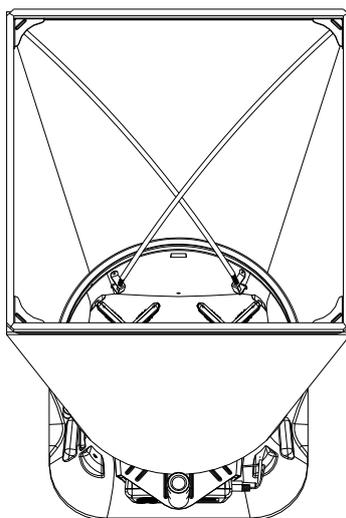

Abbildung 16: Anbringen der Stützstangen
In Abbildung 16 sind die wichtigsten Bestandteile der Messhaube dargestellt, welche in den Folgeabschnitten beschrieben werden. Bitte machen Sie sich vor Gebrauch der Haube mit diesen vertraut. Wichtige Informationen finden Sie auch in den Tabellen 1 bis 3.
3. Nehmen Sie die Stützstange und biegen Sie sie ein wenig, so dass Sie das obere Ende in den Ring auf der gegenüberliegenden Seite des Stoffrahmens einführen können. Die Stangen sind kreuzweise im Rahmen angeordnet, siehe Abbildung 16.